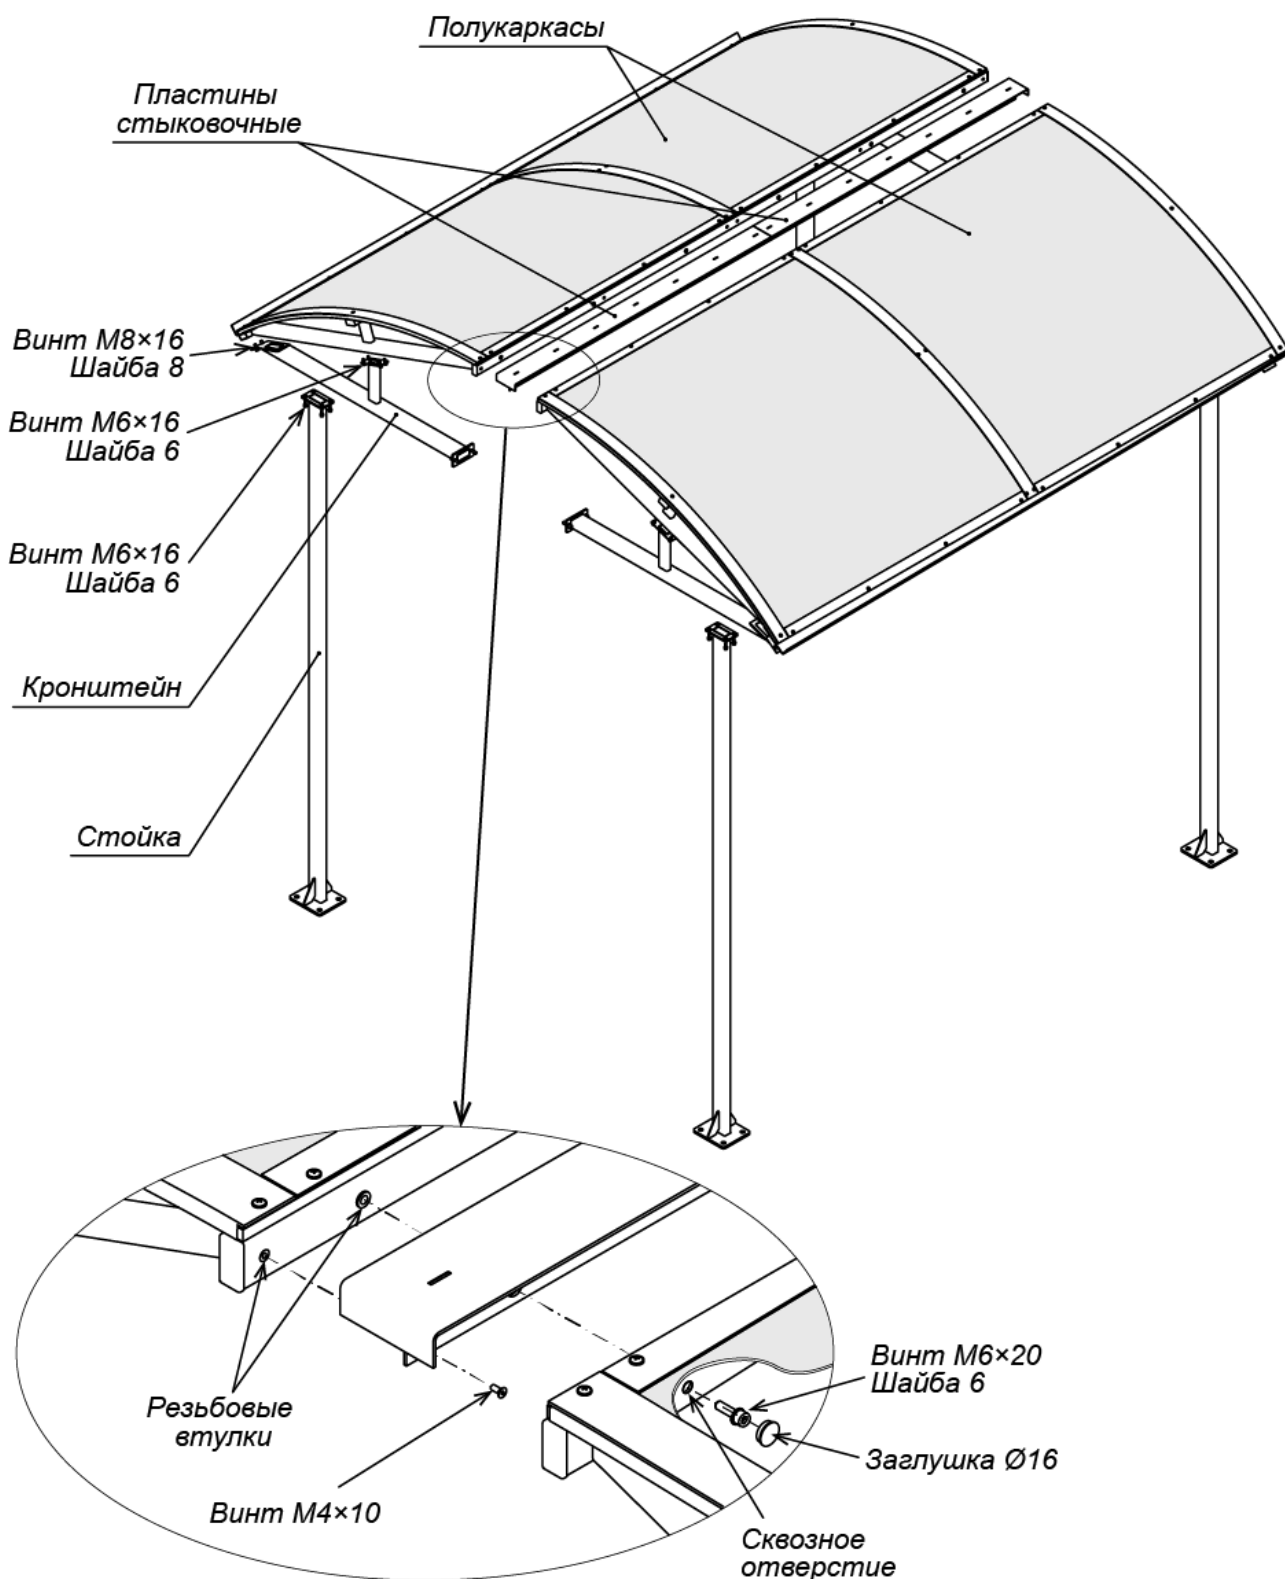

Рисунок 2. Устройство крыши
Устройство крыши показано на рис. 2. Габаритные размеры крыши показаны на рис. 1.
10. Выберите полукаркас, в верхнем профиле которого впрессованы резьбовые втулки (см. рис. 2). Установите его на кронштейны с одной из сторон турникета **PERCo-RTD-20**, зафиксировав его восемью винтами М6×16 (ключ SW5) и четырьмя винтами М8×16 (ключ SW6) (см. рис. 4).
11. Закрепите две пластины стыковочные на установленном полукаркасе крыши шестью винтами с потайной головкой М4×10 (ключ SW3) (см. рис. 2).
13. Соедините верхние профили полукаркасов винтами М6×20 – 6 шт. (ключ SW5) для получения прочной конструкции (см. рис. 2). Отверстия под головки болтов заглушите заглушками Ø16 мм.